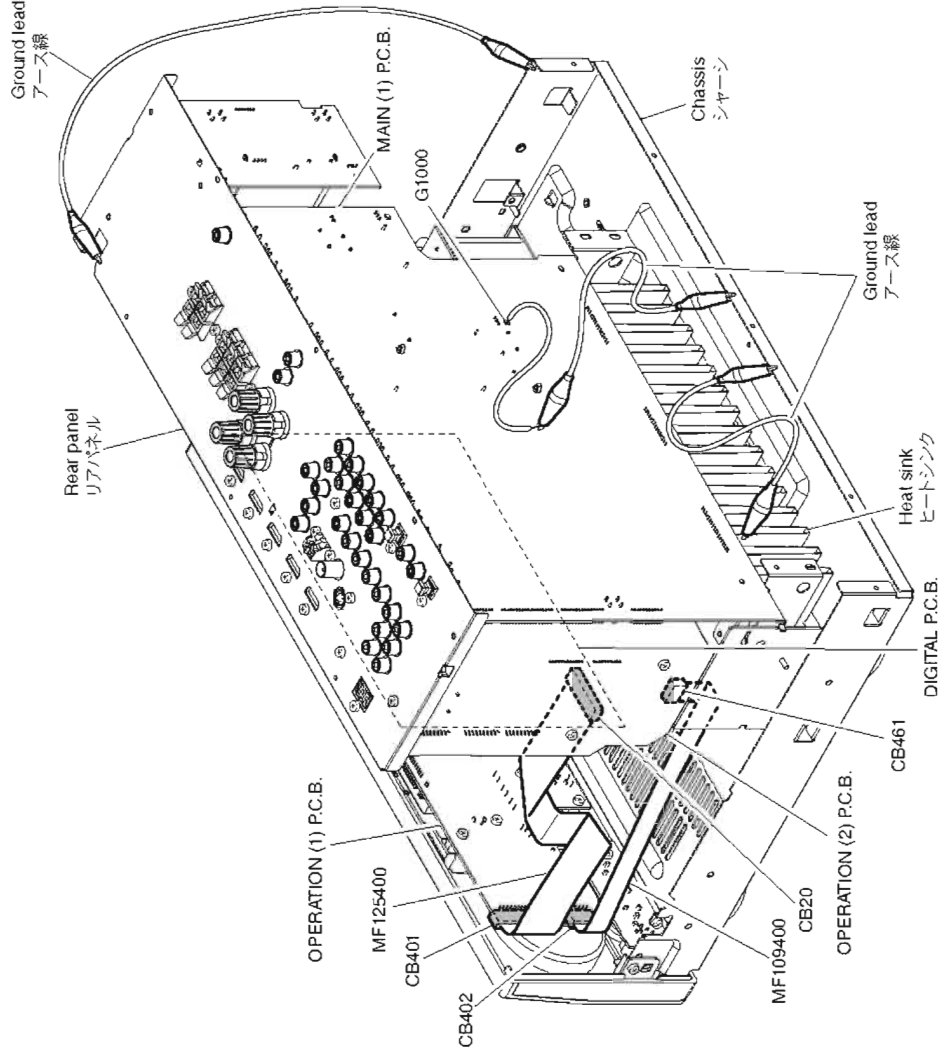

Fig. 3
- Place the P.C.B.s (with rear panel) upright. (Fig. 3)
- Connect the ground points of the heat sink, rear panel and MAIN (1) P.C.B. (G1000) to the chassis with a ground lead or the like. (Fig. 3)
- リアパネルと一緒にP.C.B.を立ち上げて置きます。(Fig.3)
- ヒートシンク、リアパネル、MAIN (1) P.C.B.のG1000のアースをリード線等でシャーシに接続してください。(Fig.3)